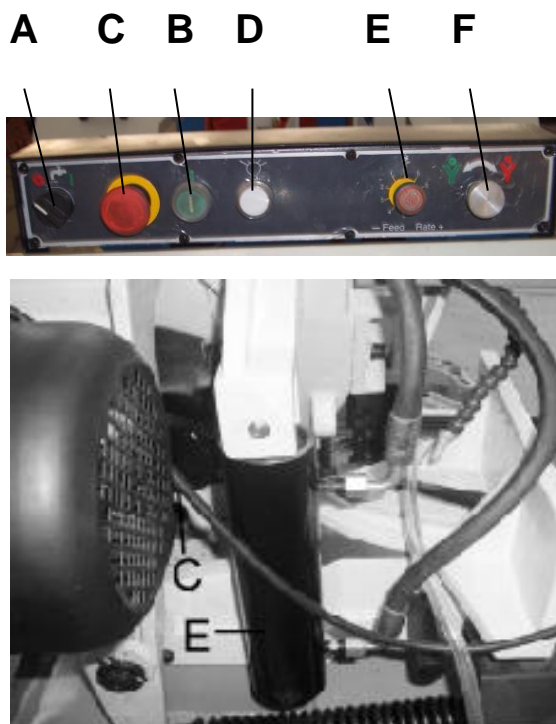

Рис. 3
3. При нажатии кнопки аварийной остановки (C) станок останавливается. После снятия аварийной кнопки запустите станок, нажав кнопку пуска (B).
4. При использовании охлаждающей жидкости поверните переключатель выбора (A) вправо.
5. Чтобы отрегулировать скорость подачи при резке, поверните регулировочный клапан (D) по часовой стрелке для увеличения скорости подачи или против часовой стрелки для уменьшения скорости подачи. Когда клапан (D) будет правильно отрегулирован, поверните регулировочный клапан (E), чтобы управлять работой пилы.
6. Для остановки двигателя после завершения резки предусмотрен автоматический концевой выключатель. Концевой выключатель (D) управляется рычагом (C), рис.3, который контактирует с верхней частью гидроцилиндра (E), отключая подачу двигателя и охлаждающей жидкости.
7. Если двигатель останавливается до завершения резки или продолжает работать после завершения резки, переключатель пределов (D) Рис.3. Можно отрегулировать вверх или вниз, открутив два винта.